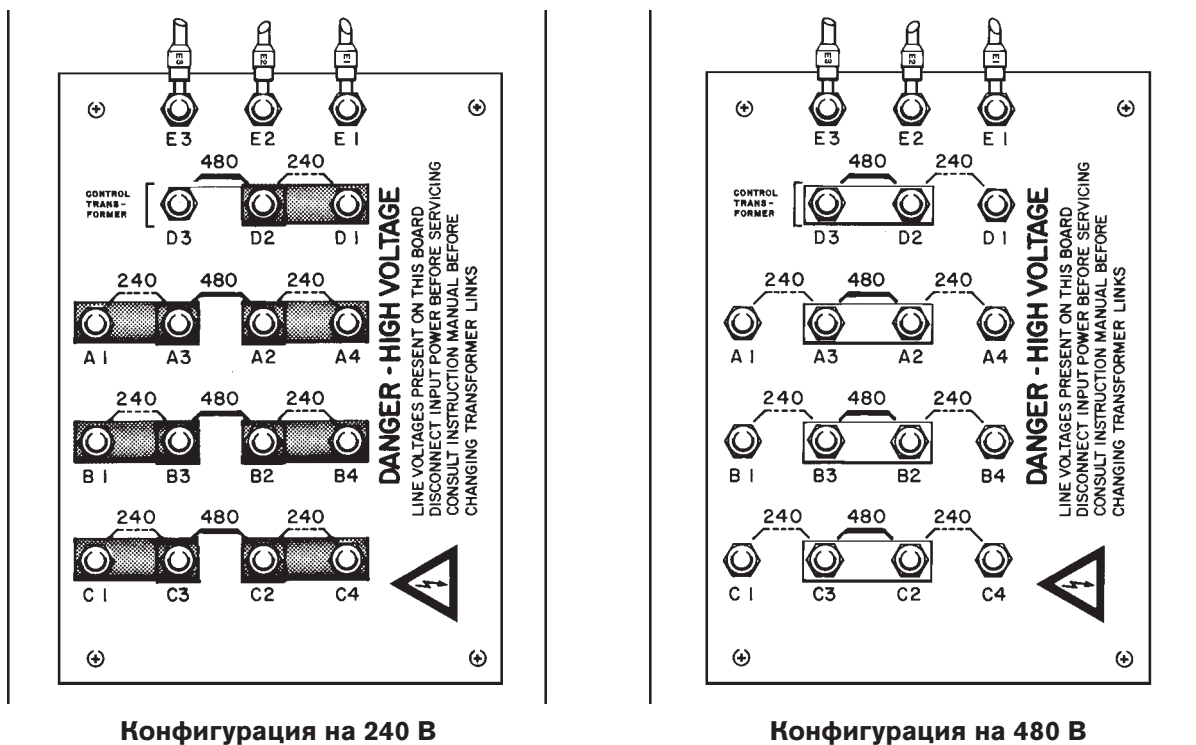

Рис. 3-1. Конфигурации платы переключения напряжений для трансформатора на два напряжения, 240/480 В.
- При отправке трансформатора с завода-изготовителя переключатель 240/480 В (№ 073002 и № 073020) выставляется на 480 В. Трансформатор необходимо перевести на режим работы с 240 В. Убедитесь в правильности настройки платы переключения напряжений на необходимое напряжение (см. рис. 3-1).